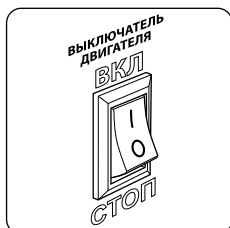

рис. 3
Выключатель двигателя (8) (рис. 3) управляет системой зажигания двигателя генератора.